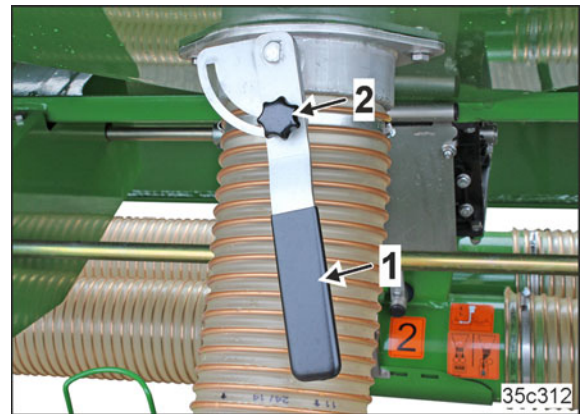

Bild 56
2. Håll fast spaken (Bild 56/1) och lossa den lettrade skruven (Bild 56/2).
7. Säkra spaken (Bild 56/1) med den lettrade skruven (Bild 56/2).